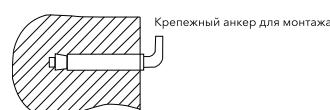

Рис. 2
2. После выбора места монтажа определите места под два крепежных болта с крюками (в зависимости от спецификаций выбранного изделия). Проделайте в стене два отверстия необходимой глубины с помощью сверла размером, соответствующим размеру крепежных болтов, вставьте винты, поверните крюк вверх, плотно затяните гайки, а затем установите на него электрический водонагреватель (см. рис. 2).